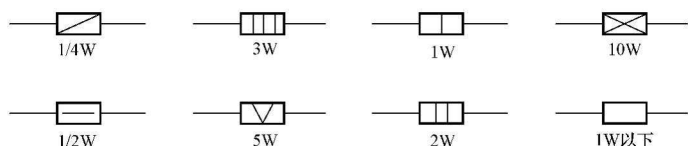

图 1-2 常用电阻额定功率的表示方法
(2) 电阻的额定功率。电阻在正常工作时允许消耗的最大功率叫做电阻的额定功率。电阻的额定功率与它所用的材料和体积大小有关。一般来说,绕线电阻和体积大的电阻额定功率也较大。在使用过程中电阻实际消耗的功率超过其额定功率,会使电阻的温度升高而引起阻值的变化,严重时可能烧毁电阻。为了保证安全可靠,通常所用电阻的额定功率应比实际消耗的功率大 $100\% \sim 200\%$,电阻额定功率的标称值有 $1/8$ 、 $1/4$ 、 $1/2$ 、 1 、 2 、 5 、 10W 等。常用电阻额定功率的表示方法如图 1-2 所示。